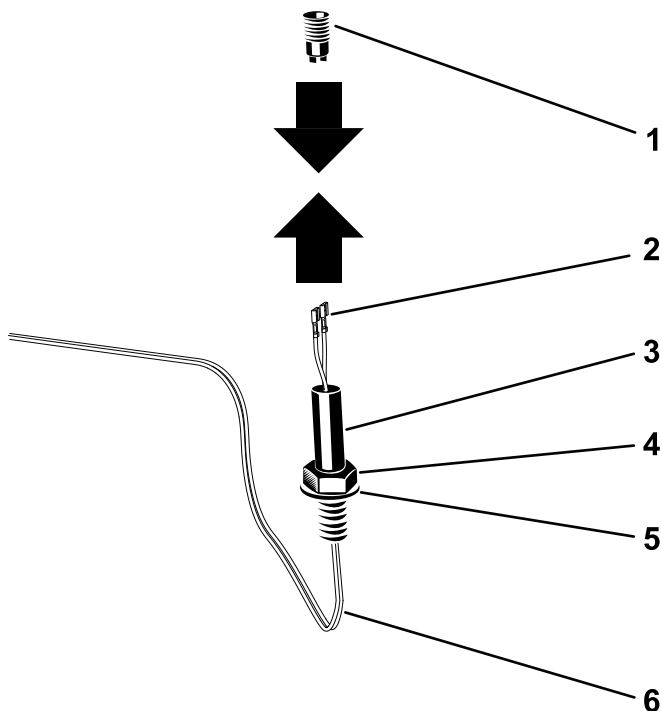

Figura 6
3. Enrute el arnés de cables hacia arriba, a través de la tuerca, la arandela y la base de la baliza. Conecte los terminales al conector de la baliza (Figura 6).